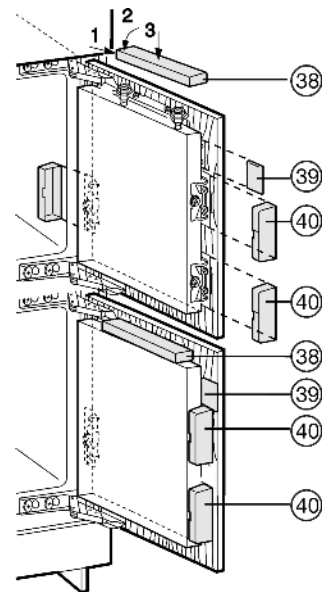

Fig. 31
- ▶ Mettre en place les caches supérieurs Fig. 31 (38) et les encliqueter.
- ▶ Poser les caches latéraux Fig. 31 (39); les faire glisser jusqu'à la butée puis appuyer sur les caches jusqu'à ce que vous les entendiez encliqueter.
- ▶ Faire coulisser les caches Fig. 31 (40) latéralement, ensuite les tirer vers l'avant à l'aide d'un tournevis jusqu'à ce qu'ils encliquettent.